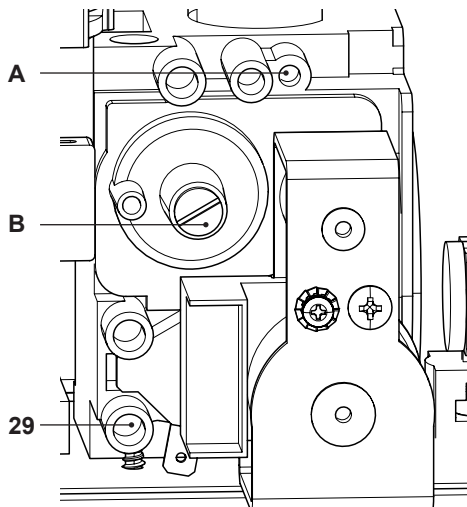

Figura 7.5
- A caldaia spenta (fuori servizio), controllare la pressione di alimentazione utilizzando la presa 29 in Figura 7.5 e confrontare il valore letto con quelli riportati nella tabella Pressioni di alimentazione gas nella sezione "Dati tecnici" pag. 26.
- Richiudere bene la presa di pressione 29 in Figura 7.5.
- Per tarare il **CO₂** della caldaia (pressione del gas al bruciatore) svitare completamente il tappo in ottone di protezione B e agire sulla vite a brugola \varnothing 4 mm sottostante Figura 7.5, girando in senso orario il **CO₂** aumenta.
- Se i due dati non coincidono agire sulla vite regolazione massimo RQ (A in Figura 7.5) della valvola gas e tarare il CO_2 allo stesso valore riportato nella sezione "Dati tecnici" in tabella "Dati in sanitario" pag. 26 (modello M160.2025 SM/M) e pag. 29 (modello M260.3035 SM/M). Girando in senso orario il CO_2 diminuisce.